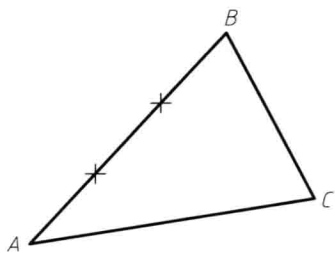

图 1-1-9 定数三等分线段 AB
绘制定数等分点（见图 1-1-9）：在指定的图形对象上根据输入的线段数量绘制等分点，若选择“块 (B)”选项则在等分点处插入块对象。“定数”是指等分的线段数，输入的是等分线段数目，而不是点的个数。若选择的对象等分 n 份，其实生成的点只有 $n-1$ 个。若不能正常显示等分点，需要应用“格式”菜单打开“点样式”对话框设置一种点样式即可显示等分点，若不希望显示等分点，则可以选择“点样式”对话框中的“”样式。